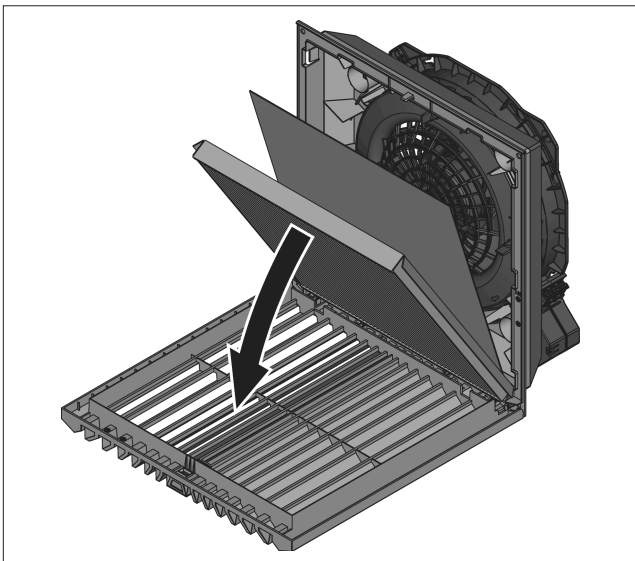

Abb. 15: Faltenfilter IP 55 einbauen
- Nur für IP 55: Legen Sie das bei den Faltenfiltern für IP 55 mitgelieferte Absorbervlies auf den bereits eingelegten Faltenfilter (siehe Abb. 15). Die Einbau- richtung des Absorbers ist hierbei egal.